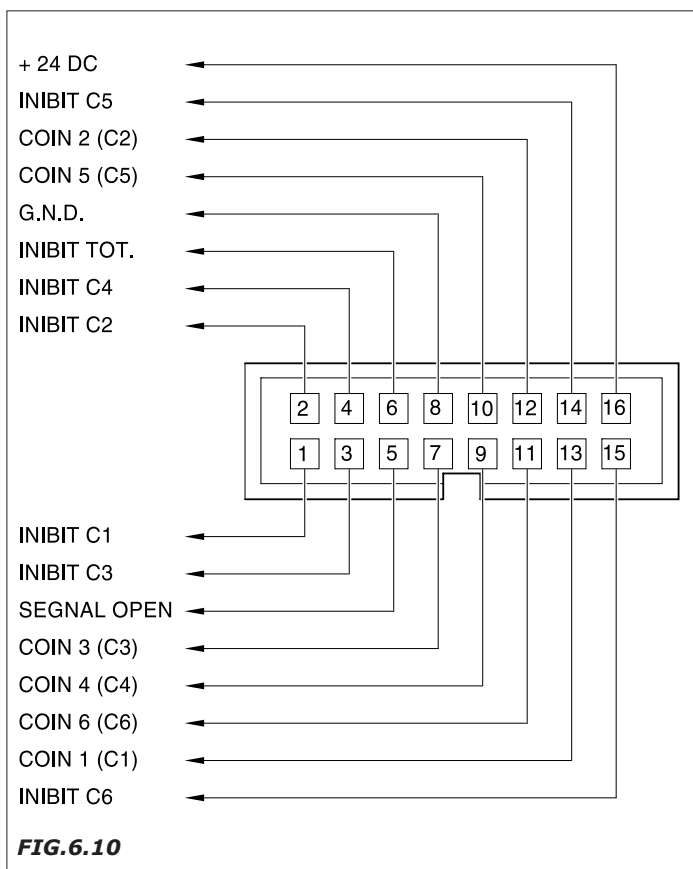

FIG.6.10
6.6.2 Connessione VALIDATORE 24V (Fig.6.10)
Per la connessione al validatore 24V è utilizzato un Flat-cable che termina con la connessione indicata in fig. 6.10.